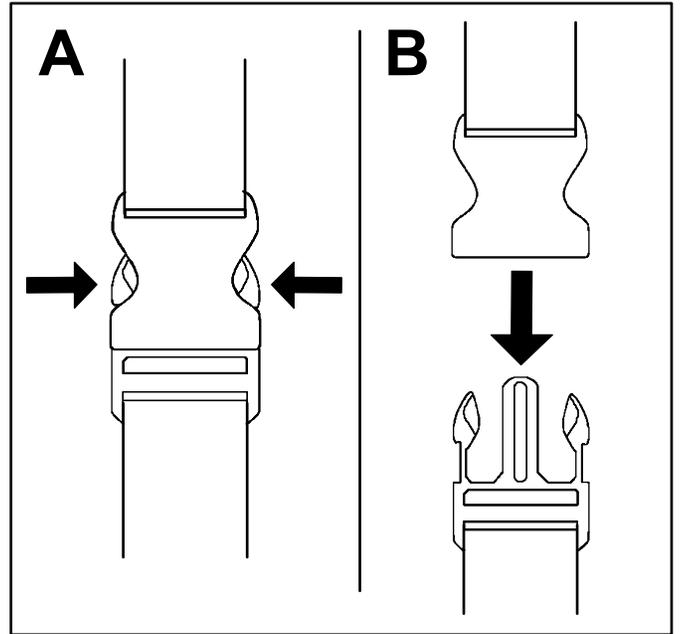

Figura 6
1. Presione hacia dentro los lados de la hebilla (Figura 6, A).
2. Deje que se desconecte la hebilla (Figura 6, B).